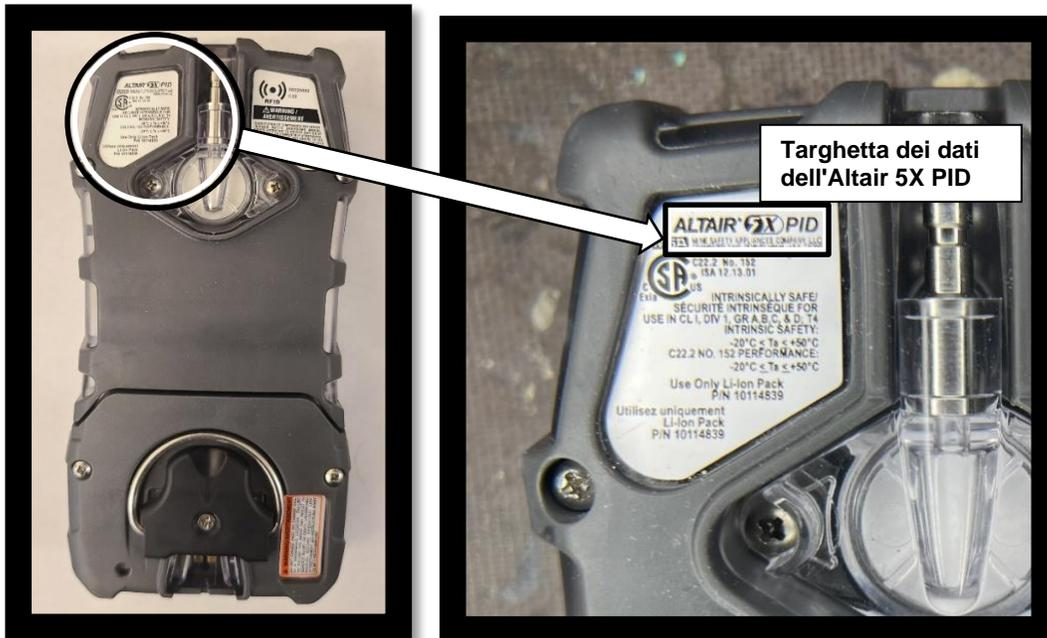

Figura 1 - Targhetta dei dati dell'Altair 5X PID
1. Fare riferimento alla targhetta dei dati del prodotto, sul retro dell'alloggiamento (Figura 1)